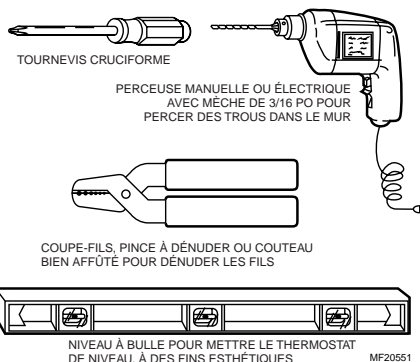

Fig. 1. Matériel et outils requis pour l'installation.
- Se procurer les outils nécessaires. Voir la Fig. 1.